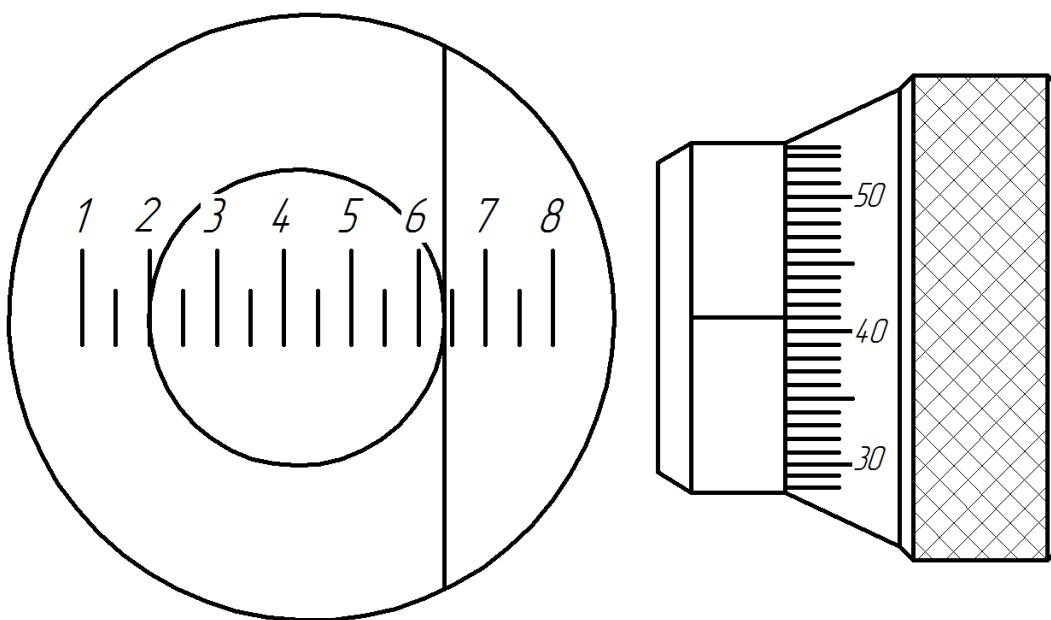

Рисунок 2.4 – Пример измерения
3. Выбрать любую линию с фиксированным числом как исходную линию, по касательной к левой стороне отпечатка (на рис. 2.4 установлено по касательной к линии под номером 2).
5. Повернуть измерительное колесо и переместить линию в окуляре так, чтобы линия прошла по касательной к другой стороне отпечатка (рис. 2.4).